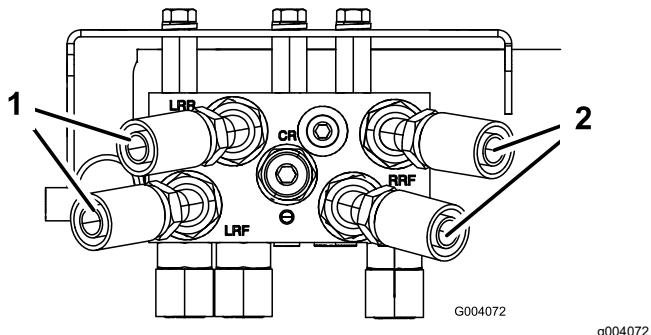

Figura 6
1. Enrosque sem apertar o encaixe de 45 graus no final de cada mangueira hidráulica diretamente nos encaixes na traseira do coletor (Figura 6).